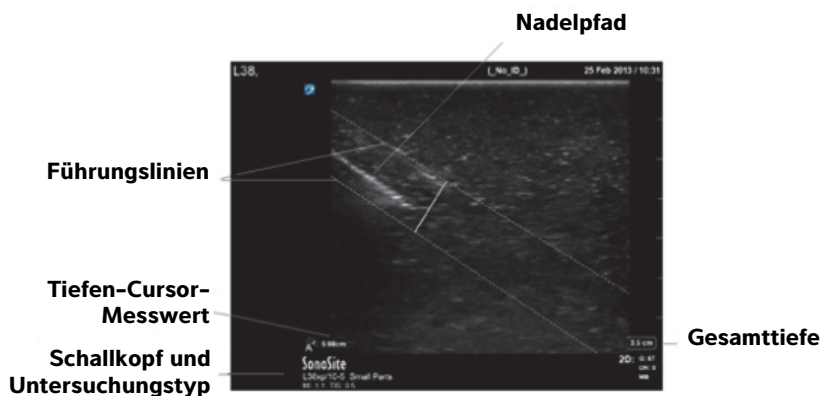
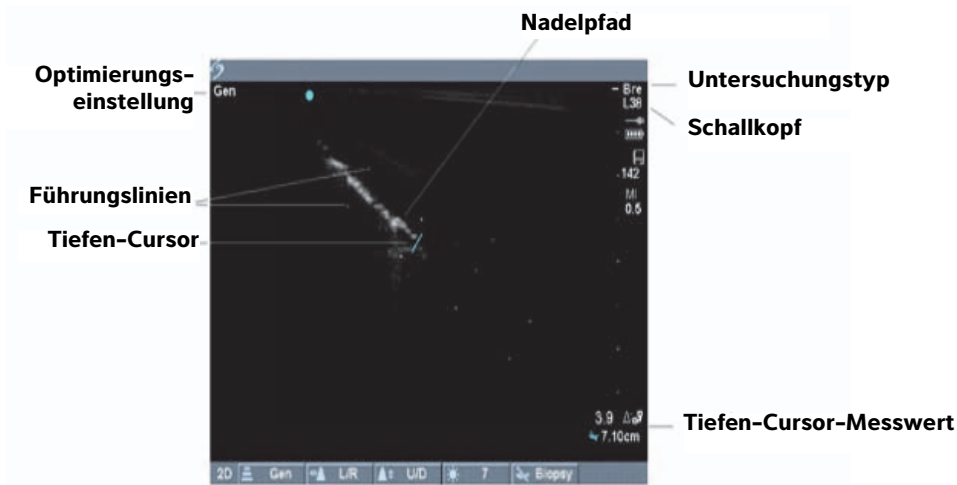

Abbildung 3 Führungen innerhalb der Ebene auf dem SonoSite X-Porte-System
Abbildung 4 Führungen innerhalb der Ebene auf den MicroMaxx- und TITAN-Systemen
- 8 Überprüfen, ob die Nadel auf der Systemanzeige zwischen den Führungslinien liegt. Siehe **Abbildung 3, „Führungen innerhalb der Ebene auf dem SonoSite X-Porte-System**“ auf Seite 25 und **Abbildung 4, „Führungen innerhalb der Ebene auf den MicroMaxx- und TITAN-Systemen**“ auf Seite 26.
Hinweis: Der am Ultraschallsystem angezeigte Messwert des Tiefen-Cursors gibt den Abstand zwischen der Nadelspitze und dem Ausgangspunkt der Nadelführung an. Siehe Abbildung 3 und Abbildung 4.